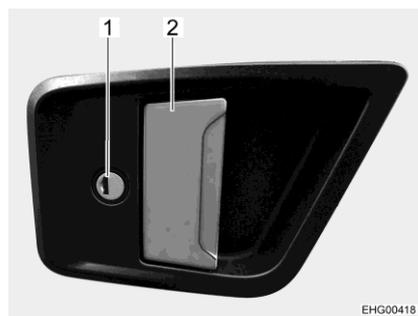
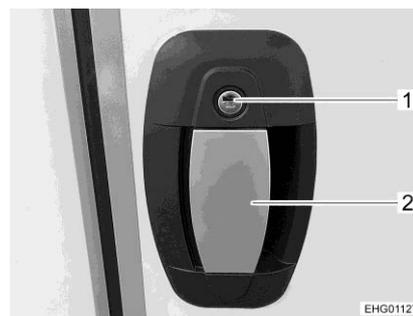

Fig. 54 Serrure de la porte (porte cellule à l'extérieur)
Fig. 55 Serrure de la porte, variante (porte cellule à l'extérieur)
- Insérer la clé dans le barillet (Fig. 54,1 ou Fig. 55,1) et la tourner jusqu'à ce que la serrure de la porte soit déverrouillée.
- Tirer sur la poignée de la porte (Fig. 54,2 ou Fig. 55,2). La porte est ouverte.
- Insérer la clé dans le barillet (Fig. 54,1 ou Fig. 55,1) et la tourner jusqu'à ce que la serrure de la porte soit verrouillée.